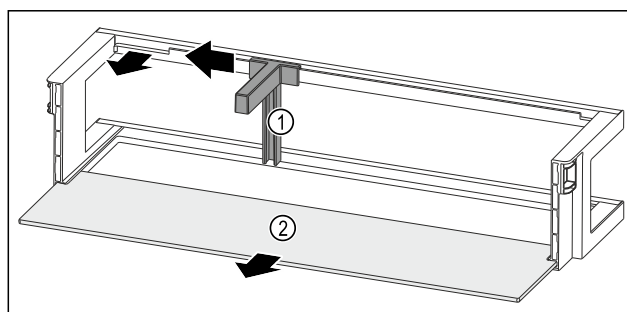

Fig. 86 Vratna polica z držalom za steklenice in odlagalno polico
- ▶ Držalo za steklenice Fig. 86 (1) potisnite povsem na stran do odprtine.
- ▶ Odstranite držalo za steklenice Fig. 86 (1).
- ▶ Odstranite polico za odlaganje Fig. 86 (2).